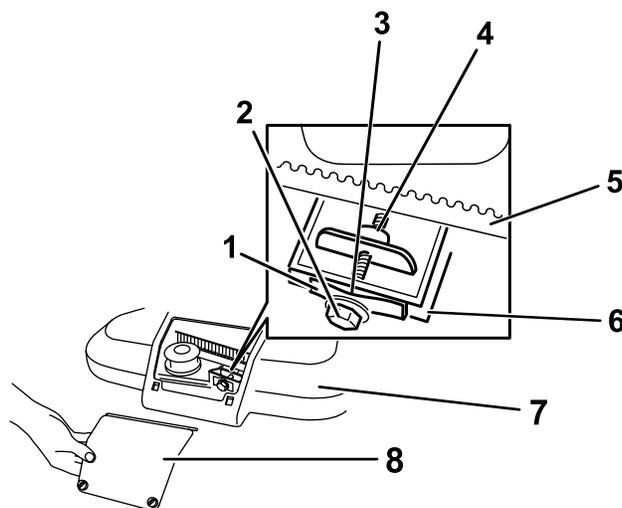

Figura 36
1. Desaperte os dois parafusos no painel de acesso da cobertura da correia e retire o painel (Figura 36).
Nota: Se existir uma folga visível entre o apalpa-folgas e a mola, aperte o parafuso de ajuste e a porca até que o apalpa-folgas mal se desloque livremente dentro e fora da folga (Figura 36).